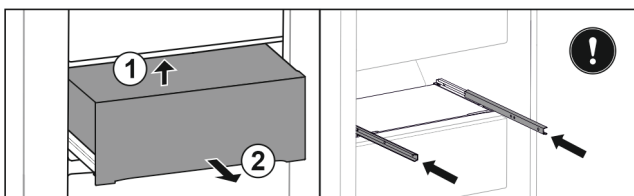

Fig. 46
- ▶ Unieść szufladę z tyłu od dołu. *Fig. 46 (1)*
- ▶ Wyjąć szufladę do przodu. *Fig. 46 (2)*